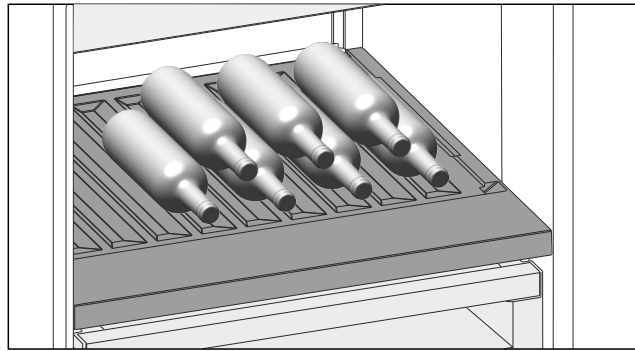

Fig. 157
- Placer les bouteilles avec le fond orienté vers la paroi arrière de l'appareil. (voir Fig. 157)